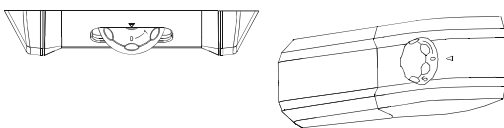

Fig.17
- 1) Ruotare la manopola sulla posizione "0". (fig.17)